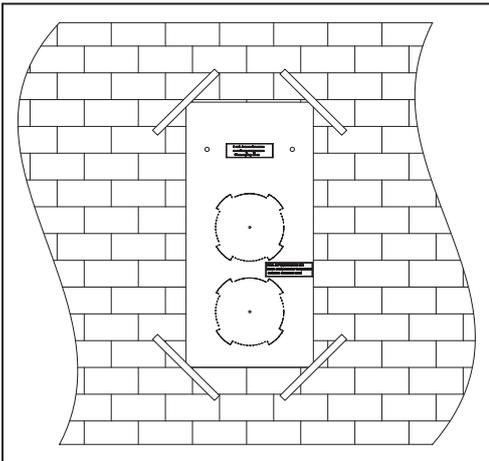

Abb. 5.
1. Befestigen Sie die Schablone aus der Lieferung an der Wand auf der gewünschten Höhe mit einem Klebeband, Abb. 5.
1. Befestigen Sie die Schablone aus dem Lieferumfang aus der Innenwandseite auf der gewünschten Höhe mit einem Klebeband, Abb. 5.
1. Befestigen Sie die Schablone aus dem Lieferumfang an der Innenwandseite auf der gewünschten Höhe mit einem Klebeband, Abb. 5.